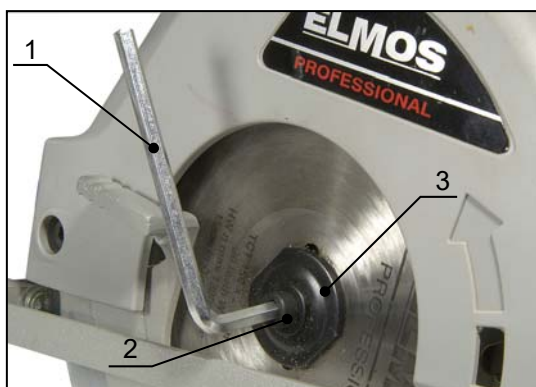

Рис.5
2. Зафиксируйте положение диска (например, отверткой), чтобы не допустить проворота вала. Вставьте шестигранный ключ (поз.1, рис.5) в болт (поз.2, рис.5), крепящий диск. Вращайте ключ против часовой стрелки, чтобы ослабить болт (поз.2, рис.5), крепящий диск. Отведите назад нижний защитный кожух, а затем снимите внешний фланец (поз.3, рис.5) и осторожно вытащите диск.